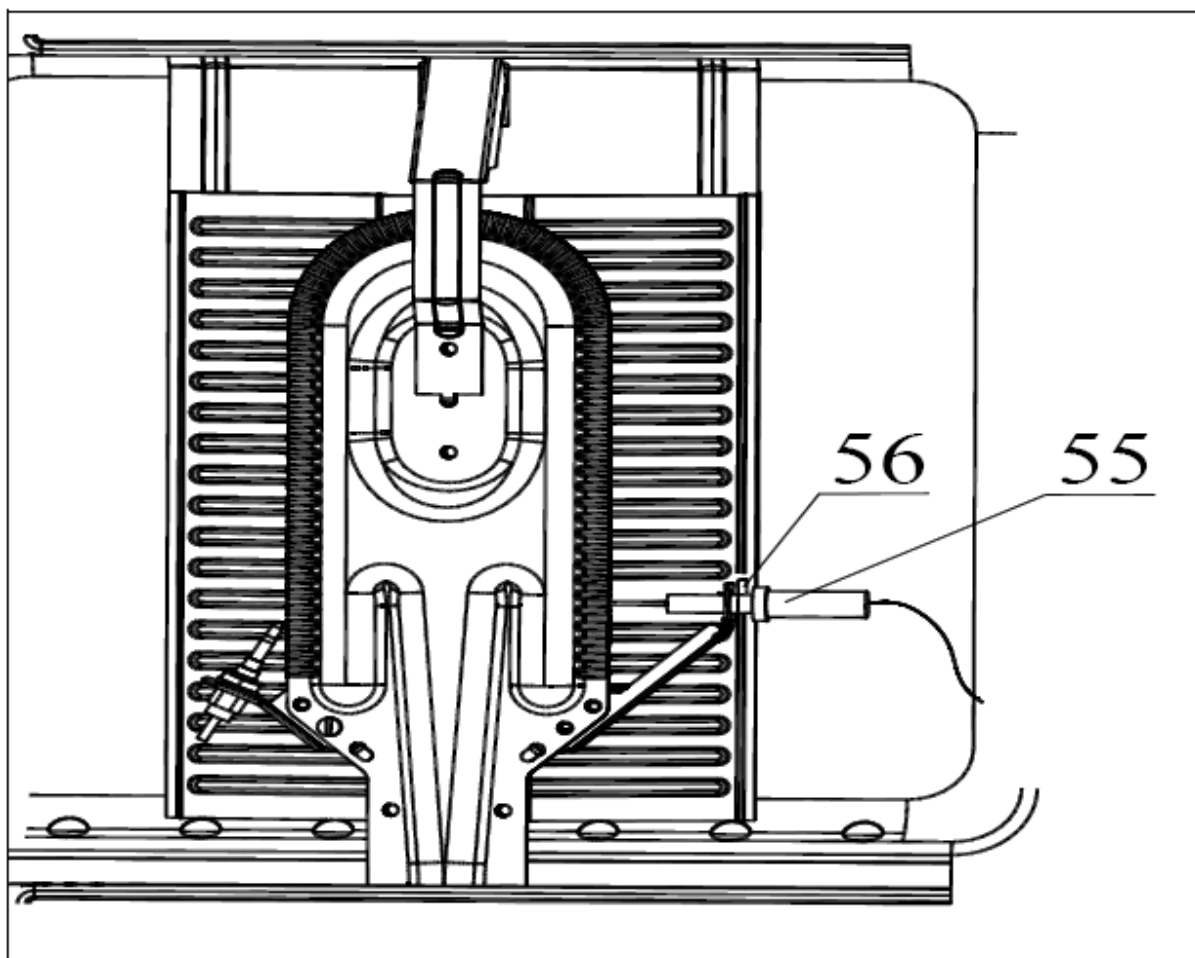

Рисунок 17 – Демонтаж свечи розжига духовки
вытянуть защёлку (56) из паза разрядника (55) (см. рис. 17) аналогично пункта 4.7;
- отсоединить от выводов электропривода (42) электрические провода (рис.17);